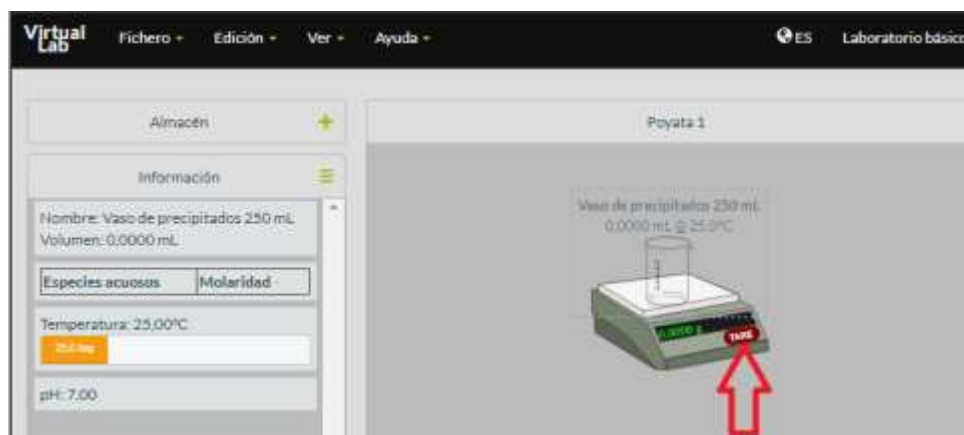

Figura 2. Simulador *Making stock solutions from solids*.
3. Tome la balanza y un vaso de precipitados de 250 [cm3] del **Almacén** del simulador. Coloque el vaso sobre la balanza y presione el botón **TARE** para tararla (figura 2).